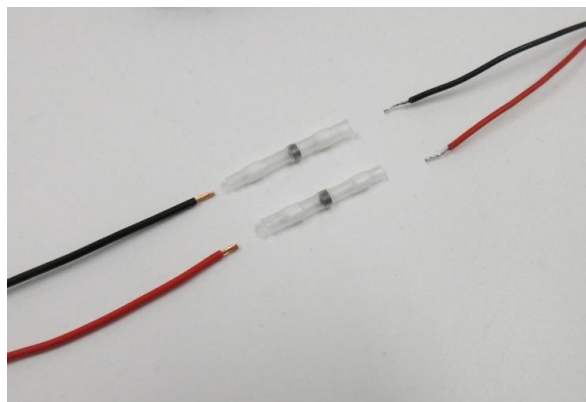

Fig. 3 Wiring processing
2. Referring to Fig. 3, strip the insulation from the ends of both wires to be connected (this product's wiring and the license plate light wiring) and trim the exposed conductors to a length of 5mm.
2. 図3のように、接続する両配線（本製品の配線とナンバー灯側の配線）の先端の被覆を剥き、裸の導線部の長さを5mmに揃えてください。